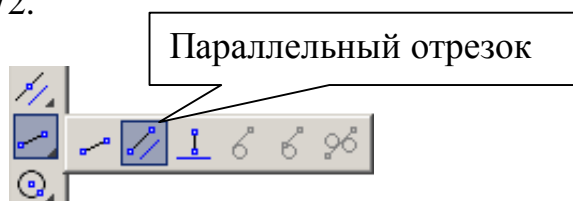

Рис. 72
- Для построения горизонтальной прямой, определяющей в разрезе отверстие диаметром 20 мм, воспользуйтесь командой **Параллельный отрезок** на панели **Геометрия**, рис. 72.